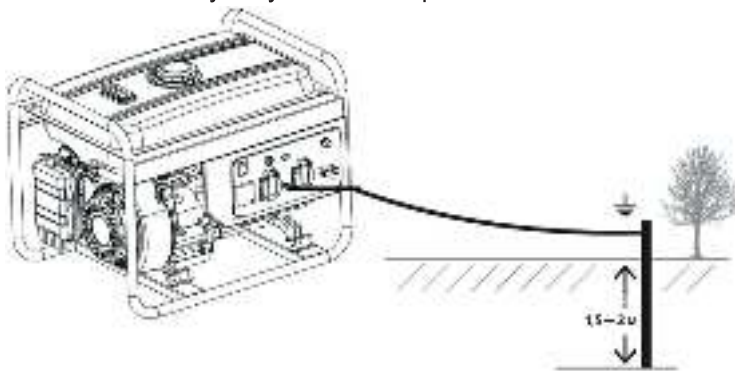

Рис. 12
Перед пуском электростанции заземлите ее для предотвращения поражения электрическим током. Для этого, с помощью электрокабеля сечением не менее 4 мм², соедините клемму заземления (рис. 12) на раме электростанции с внешним источником заземления.
2. При пуске холодного двигателя рычаг привода воздушной заслонки переведите в положение «Закрывать» (рис. 12)